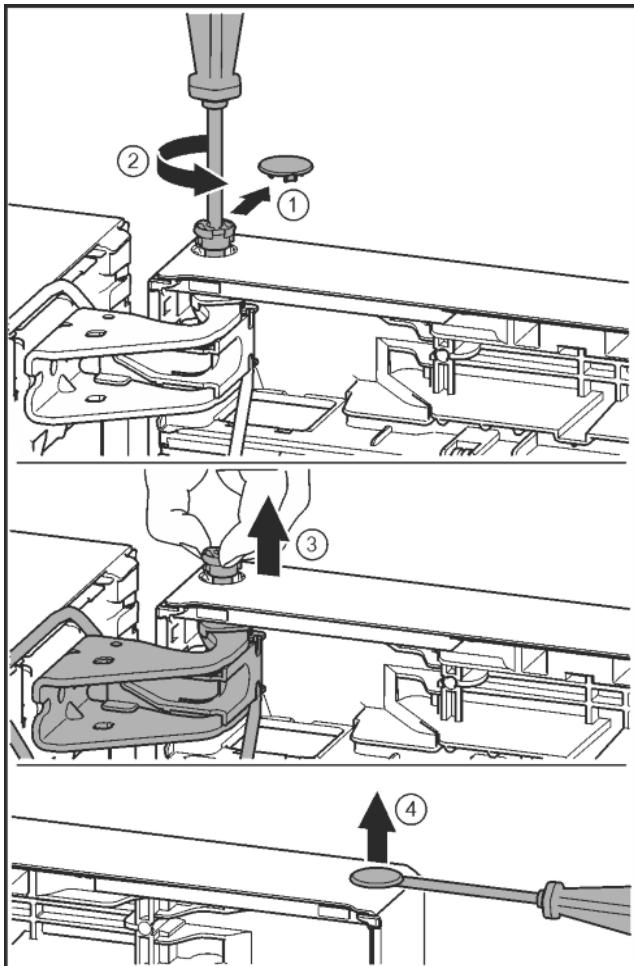

Fig. 22
- Осторожно снять предохранительную крышку. Fig. 22 (1)
- Немного выкрутить палец отверткой T15. Fig. 22 (2)
- Удерживать дверь и вытянуть палец рукой. Fig. 22 (3)
- Осторожно приподнять шлицевой отверткой заглушку из опорной втулки двери и вынуть. Fig. 22 (4)